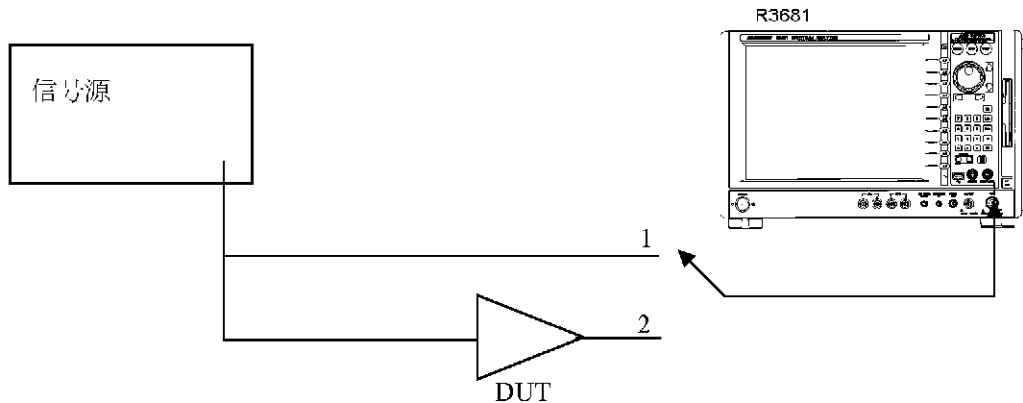

図 4-13 イコライザを使った変調解析の接続図
1. 図 4-13 で信号経路を 1 に設定し、4.1 章、または 4.2 章で示した手順によって、測定を行います。
10. 図 4-13 で信号経路を 2 に切り替えます。